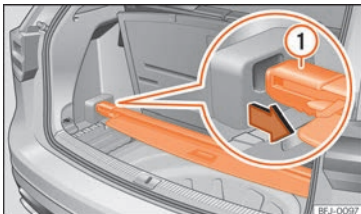

Abb. 120 Unter dem Gepäckraumboden: Gepäckraumabdeckung verstauen.
- Legen Sie die Gepäckraumabdeckung in die dafür vorgesehene Aufnahme »» **Abb. 120**.